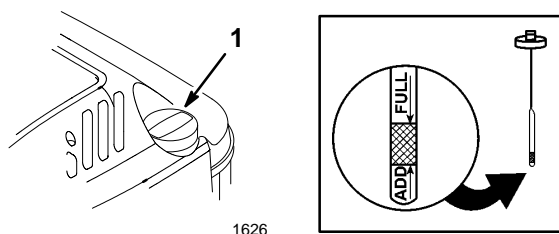

Figure 3
Avant chaque utilisation, vérifier que le niveau d'huile arrive entre les marques maxi (FULL) et mini (ADD) de la jauge (Fig. 3). Rajouter de l'huile si le niveau est bas.
1. Placer la tondeuse sur un sol plat horizontal et nettoyer tout autour du bouchon de jauge (Fig. 3).
5. Retirer la jauge et lire le niveau d'huile sur le bout de la jauge portant les marques FULL et ADD (Fig. 3).